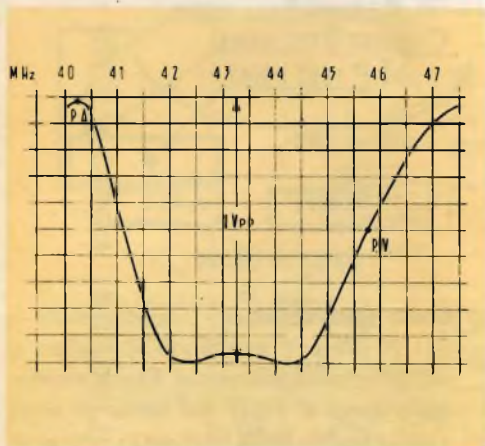

Fig. 7 - Curva di risposta della media frequenza.
- 1) **Uscita sintonizzatore** - Trasformatore L_1 (41,25 MHz); avvitando il nucleo si varierà l'inclinazione del fianco sinistro della curva di fig. 7 nel senso di allargare la banda della frequenza passante.
- 5) **IV Stadio di media frequenza** - Regolando il nucleo di L_5 (43,50 MHz) si sistemerà la parte centrale della curva. *Queste operazioni, ripetute più volte, dovrebbero portare ad osservare sull'oscilloscopio una curva di media frequenza molto simile a quella di fig. 7.*